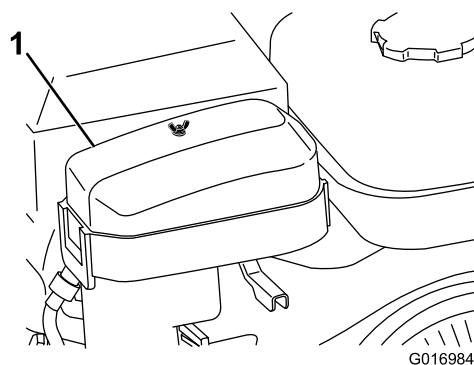

図 31
2. エアクリーナカバーの蝶ナットを取ってカバーを外す 図 31。